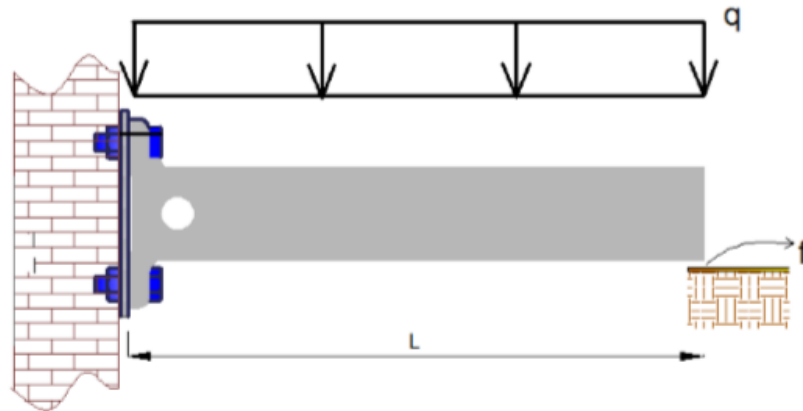

Figura 3.47 - Viga em balanço com carga distribuída com restrição de flecha.
3.6.27) Sabe-se que a viga da figura 3.47 está engastada a esquerda e a direita existe um apoio infinitamente rígido que está a uma distância na vertical de “f” da viga. Atua-se um carregamento distribuído. Obtenha: